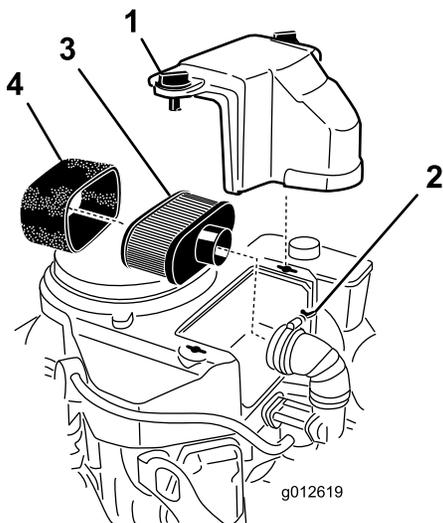

Figura 25
3. Limpie alrededor del limpiador de aire de forma que la suciedad no penetre en el motor y cause daños (Figura 25).
4. Desenrosque los pomos de la tapa y retire la tapa del limpiador de aire (Figura 25).
5. Desenrosque la abrazadera y retire el conjunto del limpiador de aire (Figura 25).
6. Retire cuidadosamente el filtro de gomaespuma del filtro de papel (Figura 25).
1. Limpie el elemento de papel golpeándolo suavemente para eliminar el polvo. Si está muy sucio, cambie el elemento de papel por uno nuevo (Figura 25).
1. Deslice cuidadosamente el elemento de espuma sobre el elemento de papel (Figura 25).
2. Coloque el conjunto del limpiador de aire sobre su base o manguera y sujételo con la abrazadera (Figura 25).
3. Coloque en su posición la cubierta del limpiador de aire y apriete los pomos de la cubierta (Figura 25).